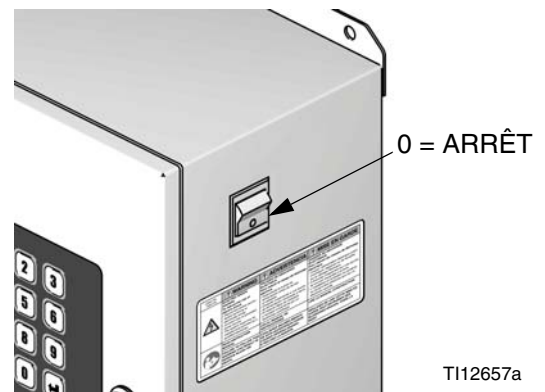

FIG. 24 : arrêt
1. Coupez l'alimentation du ProMix 2KS (position 0). FIG. 24. Coupez également l'alimentation du disjoncteur principal.